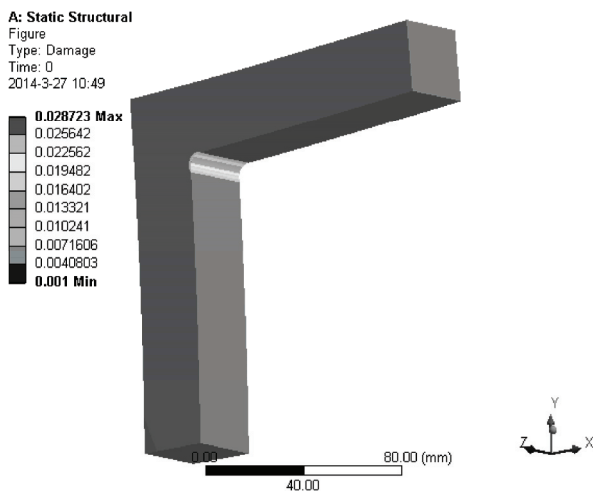

图 18-17 疲劳损伤云图
- 8) 右键单击 Damage 对象, 在弹出的快捷菜单中选择 Evaluate All Results, 此时进行求解, 求解后得到的图形如图 18-17 所示。